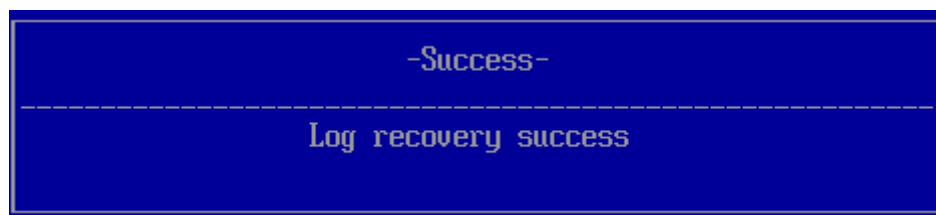

Рисунок 1.11 – Сообщение об успешном восстановлении журнала аудита
1.3.6 После завершения процедуры восстановления журнала аудита изделия на экран ЭВМ будет выведено сообщение об успешности восстановления журнала (рисунок 1.11).